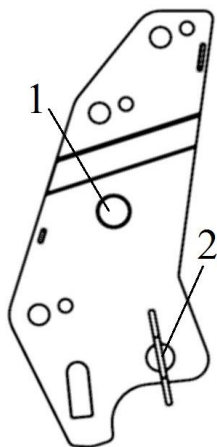

Рисунок 9 – Стойка:
Стойка (см. рис. 9) представляет собой сварную конструкцию, состоящую из двух кронштейнов и соединенные между собой бобышкой поз. 1, при помощи которой фиксируется подъемное устройство на панель навески. Фиксатор поз. 2 предназначен для жесткой фиксации навесного и подъемного устройства.
- 4) работа агрегата с незафиксированной чекой фиксатором (см. рис. 9 поз. 2);
Ввести в зацепление бобышку стойки поз. 1 с пазом на панели навески в соответствии с рисунком 26, и зафиксировать при помощи фиксатора поз. 2 на рис. 9. Фиксатор зашплинтовать.